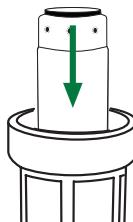

Figura 7
- 9** Coloque el filtro en la carcasa (Figura 7). Alinee la carcasa con el cabezal del filtro y atorníllela en el cabezal. Apriete con la mano hasta que esté ajustada y apriete con la llave para sellar. NO APRIETE EN EXCESO.